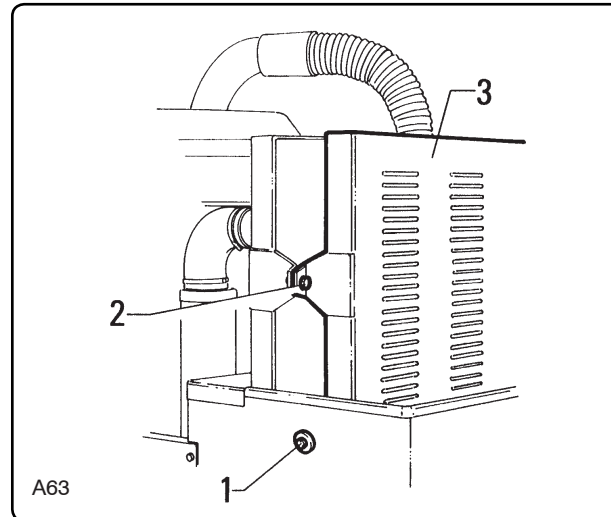

Fig. 8.5.3
- Inserire il filtro all'interno della camera filtrante "3" fig. 8.5.3, quindi montarvi il coperchio "1" e bloccarlo mediante i due ganci di chiusura "2".
- *Fit the filter into filtering chamber "3" fig. 8.5.3 then mount cover "1" and lock it in place with the two closing hooks "2".*
- Remplacez le filtre à l'intérieur de la chambre filtrante "3" fig. 8.5.3, puis le couvercle "1" et bloquez avec les deux crochets "2" de fermeture.
- *Den Filter in die Filterkammer "3" Abb. 8.5.3 legen und den Deckel "1" darauf montieren, um ihn mit den beiden Verschlussclips "2" zu blockieren.*
8.5.2 - Sostituzione del filtro assoluto montato in soffiaggio fig. 8.5.3
8.5.2 - Replacing the absolute filter fig. 8.5.3
8.5.2 - Remplacement du filtre absolu monté en soufflage fig 8.5.3
8.5.2 - Ersetzen des absoluten Filters in der Druckleitung (Abb. 8.5.3) (nur Export)